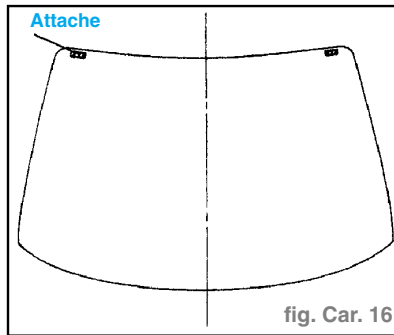

fig. Car. 16
- Pratiquer un trou à travers l'enduit d'étanchéité, excepté aux attaches, à partir de l'intérieur du véhicule à l'aide d'une alène. (fig. Car. 16)